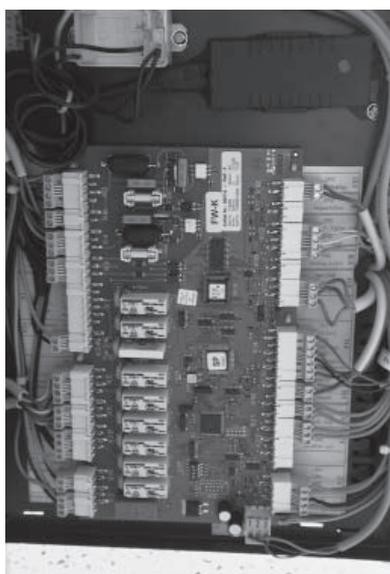

Fig. 45
- prevedere un collegamento dal morsetto M/UX del Regolatore RVA 65.643/154 al morsetto per contatto esterno X18 rispettando la polarità (1 - UX, 2 - M) della morsettieria inferiore del quadro caldaia (si consiglia di collocare il regolatore RVA 65.643/154 su quadro elettrico esterno). fig 45 e 46.